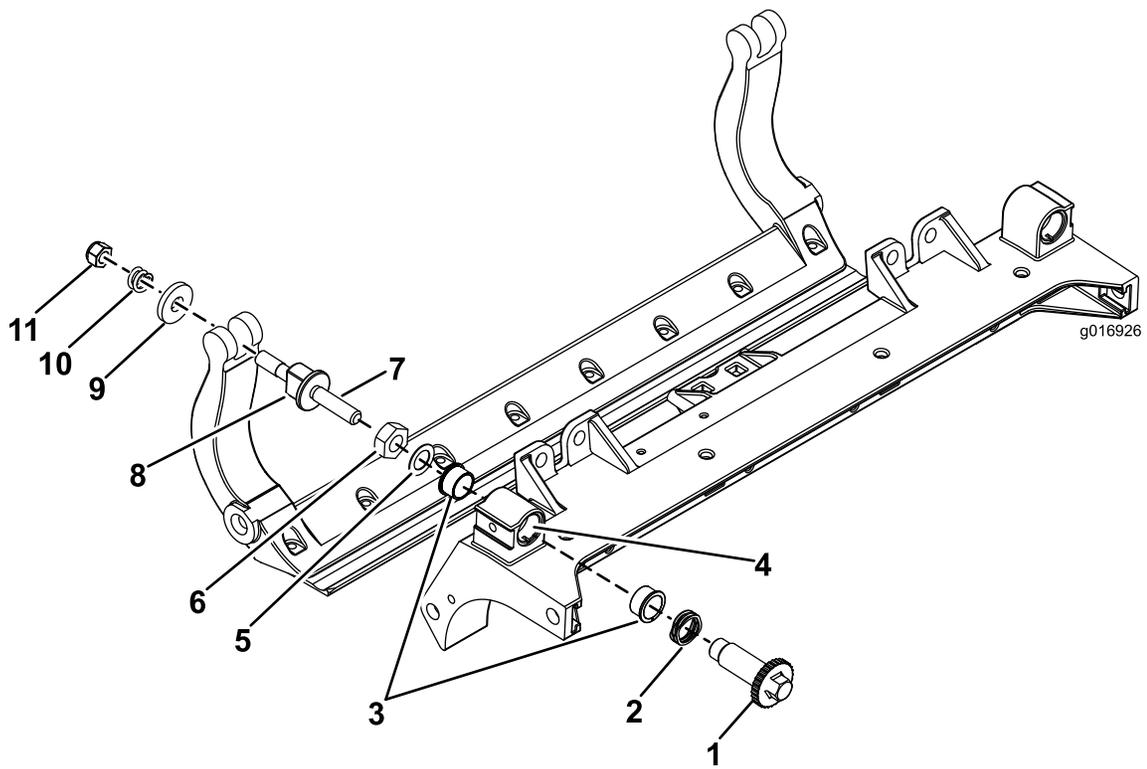

図 34
1. 全部のパーツを取り外すHD DPA キットモデル 120-7230の 取り付け要領書および 図 34を参照。
2. カuttingユニットのキャリアフレームのブッシュ挿入穴に固着防止コンパウンドを塗布する 図 34。
3. フランジブッシュのキーとフレームのキー溝を揃えて、ブッシュを挿入する 図 34。
4. アジャスタシャフトにウェーブワッシャを通し、アジャスタシャフトをCuttingユニットのフレームのフランジブッシュに通す 図 34。
5. 平ワッシャとロックナットでアジャスタシャフトを固定する 図 34。ロックナットを 2027Nm 2.12.6kg.m = 1520ft-lbにトルク締めする。
11. 各ベッドバーアジャスタアセンブリを締め付けて圧縮スプリングを完全に圧縮し、そこから1/2回転だけ戻す 図 34。
その外側からスチール製ワッシャを取り付ける 図 34。